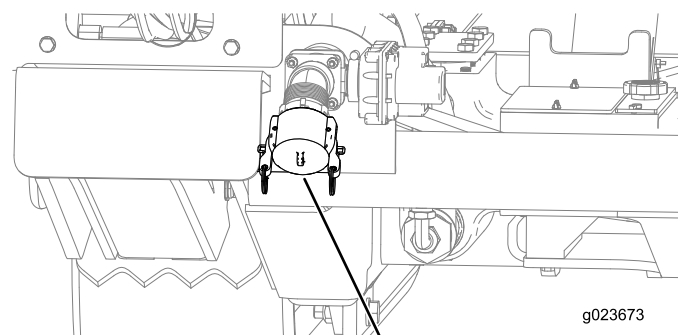

Рисунок 158
- В. Убедитесь, что крышка установлена на впускном отверстии насоса бурового раствора (Рисунок 158).